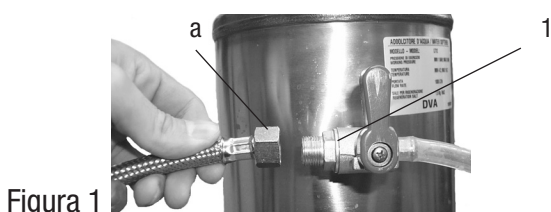

Figura 1
- 1) Utilizar el tubo **a** (de 900 mm entregado de serie con la máquina) para conectar la válvula de cierre de la red de agua con el grifo **1** de entrada de agua al ablandador (figura 1).